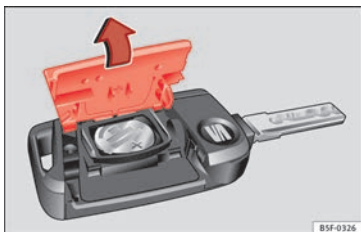

Fig. 137 Chiave del veicolo: aprire il coperchio del vano della batteria.
- Togliere il coperchio della parte posteriore della chiave del veicolo » **fig. 137** nella direzione indicata dalla freccia » ❶.
- Collocare il coperchio come illustrato » **fig. 137** e inserirlo nel vano batteria nella direzione contraria a quella indicata dalla freccia.